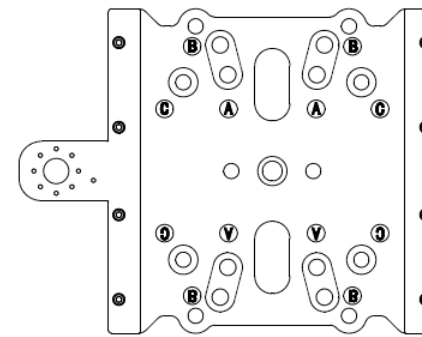

FIG. 4
◆ Refer to Fig 4, mark and drill on a panel for mounting with (4) bolts "L" (customer supplied, 1/4 stainless steel bolts). Hole pattern dimensions: A: 3x6.5in (76x165mm), B: 3.5x8.5in (89x216mm), C: 6x6in (152x152mm).
◆ Consulter la Fig. 4, marquer et percer un panneau aux fins de montage avec (4) boulons "L" (fournis par le client, ¼ boulons en acier inoxydable).
◆ Refiérase a la Fig 4, marque y perforo en el panel para el montaje con (4) tornillos "L" (Suministrados por el cliente, ¼ pernos de acero inoxidable).